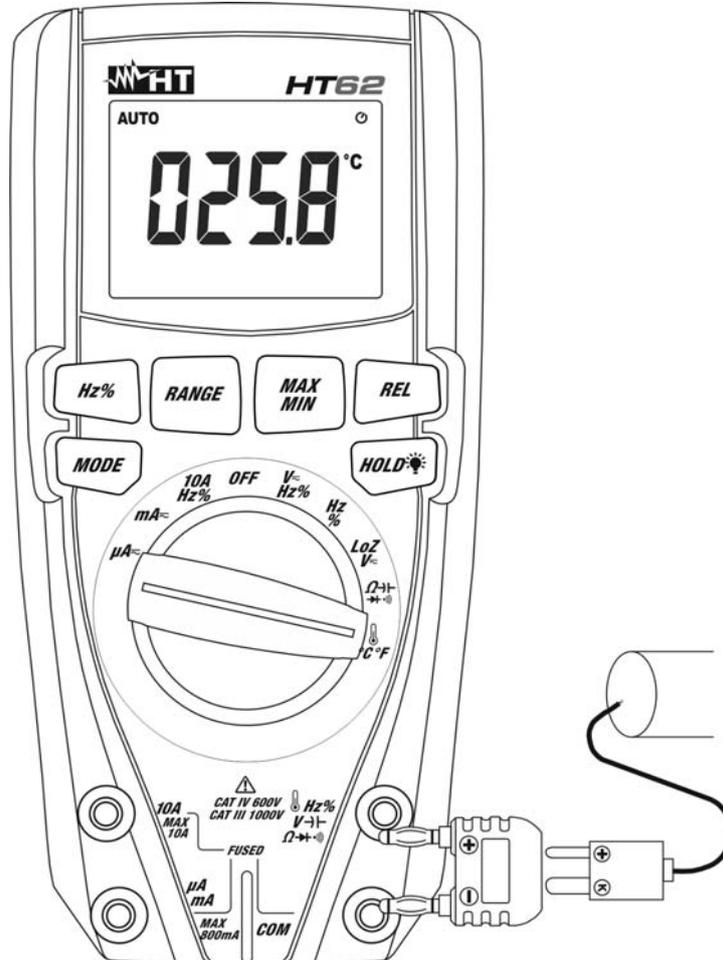

Fig. 9: Mesure de température
3. Insérer l'adaptateur fourni dans les bornes d'entrée $\text{Hz}\% \text{V} \rightarrow \Omega \rightarrow \text{mA}$ (polarité +) et **COM** (polarité -) (voir Fig. 9)